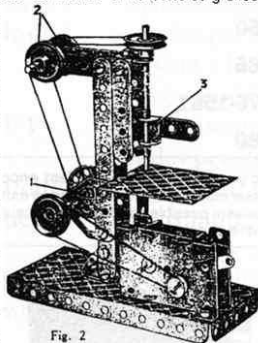

Fig. 2
La transmission du moteur au modèle s'effectue à l'aide d'une des courroies élastiques fournies avec le moteur. On en passe une de longueur appropriée autour de la poulie n° 3 du moteur d'une part, et d'autre part autour de la poulie supplémentaire (également livrée) préalablement fixée sur l'arbre du modèle au moyen de sa vis de serrage (Fig. 2).
La Fig. 2 montre le moyen d'actionner une Tringle qui n'est pas accessible pour une transmission directe. La gravure nous montre le Moteur monté sur la base du modèle d'une Perceuse. Une bande élastique de longueur moyenne est passée autour de la poulie du Moteur, ainsi qu'autour d'une Poulie de 25 mm. La Tringle portant cette Poulie est munie de la Poulie de 12 mm. (1) qui est fournie avec le Moteur. Une longue bande élastique passe par-dessus la Poulie 1 et deux Poulies guides 2, avant de passer autour de la Poulie de 25 mm, montée à l'extrémité supérieure de la Tringle représentant le foret. Une des Poulies guides doit être montée librement sur sa Tringle, les deux Poulies tournant en sens inverse. La Poulie folle est maintenue en position à l'aide d'une Clavette. Deux Equerres 3 forment le support inférieur de la Tringle figurant le foret et sont articulées à une Bande de 6 cm. afin de commander les mouvements du foret.
1^{er} cas. — Le Transformateur est muni d'une Plaque de Connexion soudée. Le moteur MAGIC électrique est fourni avec un fil souple muni, à une extrémité, de deux cosses épaisses (1) et à l'autre, de deux rondelles plates (3) ayant chacune une vis et un écrou. D'abord, fixer les deux cosses 1 sur les deux broches 2 du moteur ; ensuite fixer les rondelles 3 aux œillets de la Plaque de Connexion à l'aide des deux vis (voir fig. 2). Il faut veiller à ce que les lamelles de la Plaque de Connexion ne soient en contact avec aucune pièce métallique qui pourrait les mettre en court-circuit.
Pour mettre en marche le moteur, relâchez le levier de frein 1. La transmission du moteur au modèle s'effectue à l'aide d'une des courroies élastiques fournies avec le moteur. On en passe une de longueur appropriée autour de la poulie n° 3 du moteur d'une part, et d'autre part autour de la poulie supplémentaire le logement fourrés préalablement fixée sur l'arbre du modèle au moyen de sa vis de serrage (Fig. 2).